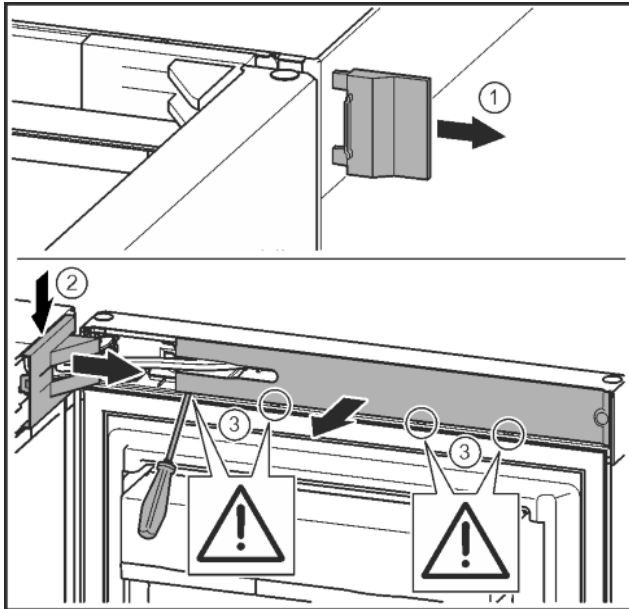

Fig. 6
- Vegye le a külső fedelet. Fig. 6 (1)
- Pattintsa ki és oldja ki a csapágybak fedelét. Vegye le a csapágybak fedelét. Fig. 6 (2)
- Hornyoltfejű csavarhúzóval pattintsa ki a lemezt, és fordítsa oldalra. Fig. 6 (3)